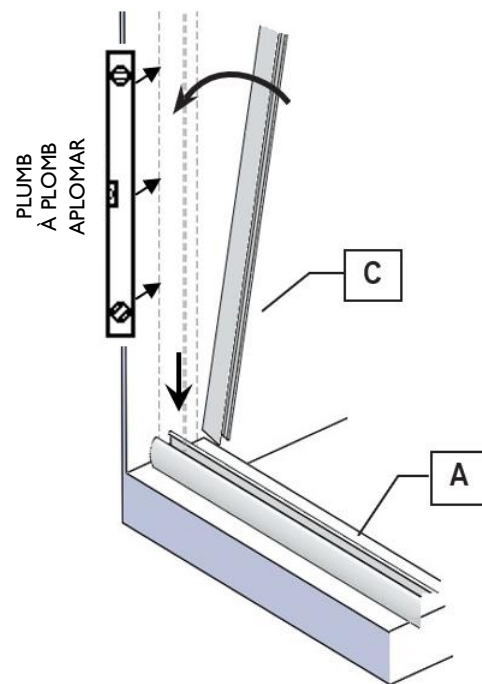

Fig 2a
1. Place the **Wall Jambs (C)** into the **Sill (A)** and against the shower walls. Use a level to hold plumb and mark the position on the wall for reference. **(Fig 2a)**
1. Placez les **montants de mur (C)** dans le **seuil (A)** et contre les murs de la douche. Utilisez un niveau pour tenir d'aplomb et marquez la position sur le mur pour référence. **(Fig 2a)**